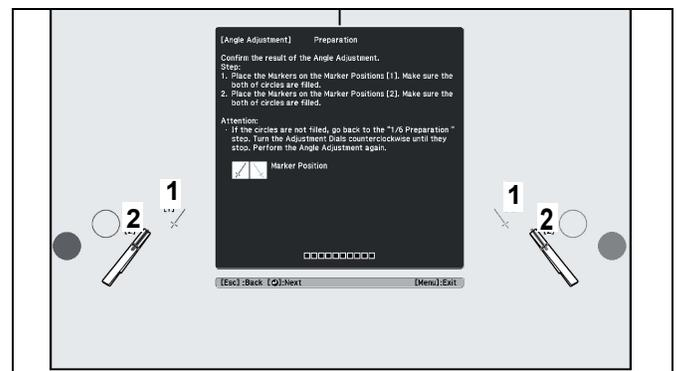

Figure 46
16. Placez les feutres sur les emplacements inférieurs (2). Lorsque vous ajustez correctement l'angle, les cercles inférieurs deviennent pleins. (Voir figure 46)